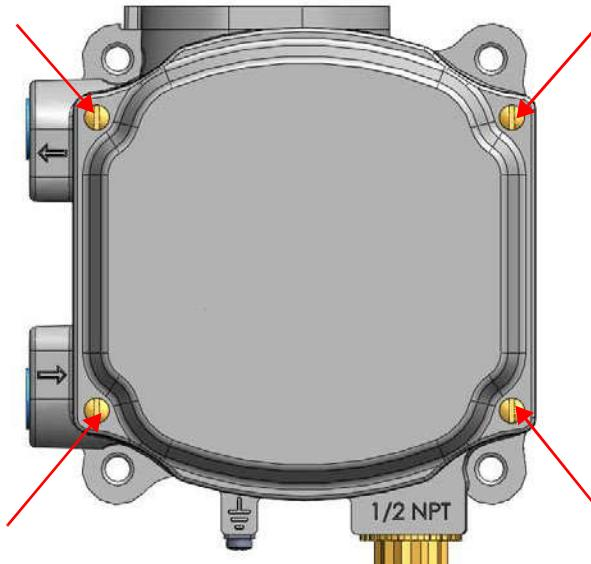

Рис. 18. Передняя крышка
1. Ослабьте четыре (4) винта крышки и снимите крышку SVi1000 (Рис. 18).